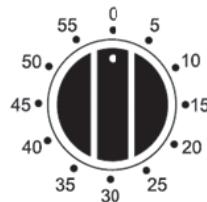

Рис. 2.1
Вид механического таймера на 60 минут представлен на рис. 2.1. Максимальное время, на которое может быть установлен таймер, равно одному часу. Для установки времени таймера сначала поверните ручку (5) по часовой стрелке